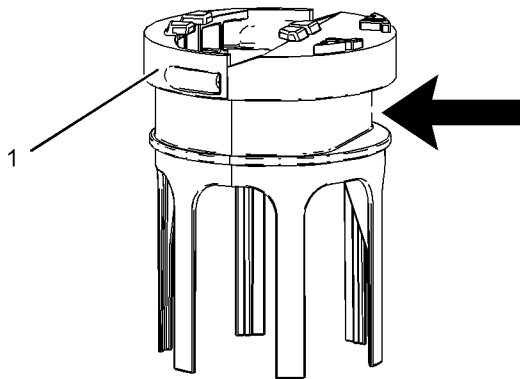

图 81
4. 拉出舌片 (5)，拆下集管盘管底部的吸油滤清器 (4)。用新的吸油滤清器进行更换。
6. 确保带夹如图 81 所示对准滤清器底座的平整部位。将带夹紧固至 $4.5 \pm 0.7 \text{ N}\cdot\text{m}$ ($40 \pm 6 \text{ lb in}$) (1)。拧紧带夹时，确保滤清器没有褶皱。